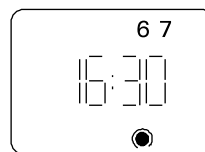

Рисунок 9.
- нажмите кнопку [day] для выбора дня недели, после чего каменка должна включиться. (Рис. 9)